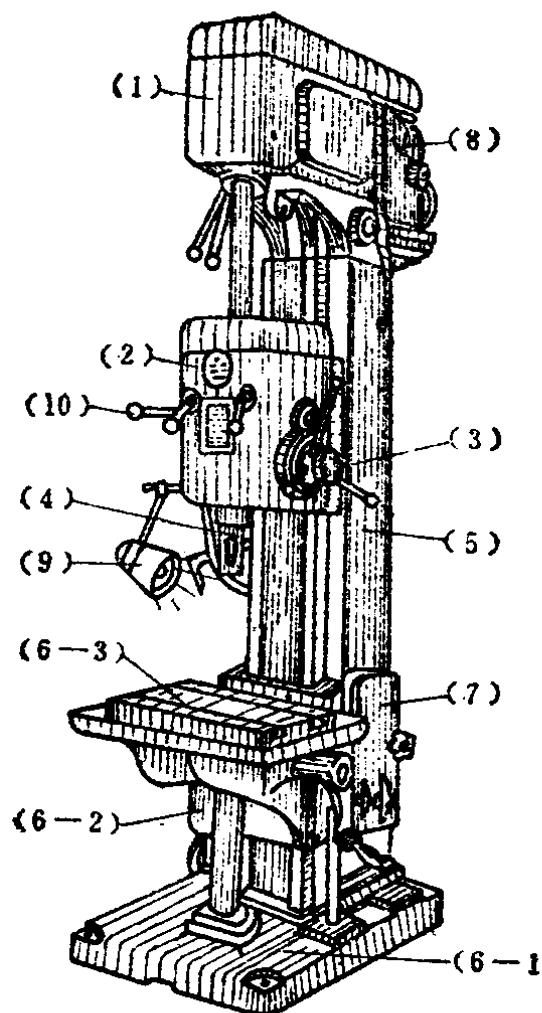

图1-1 Z525立钻总体结构
(5) 立柱 又叫床身，它固定在底座(6-1)上，正面带有精度较高的燕尾形导轨，它的中空柱腔内装有平衡主轴的配重。
(6) 底座、工作台和冷却装置 图1-1中的(6-1)为机